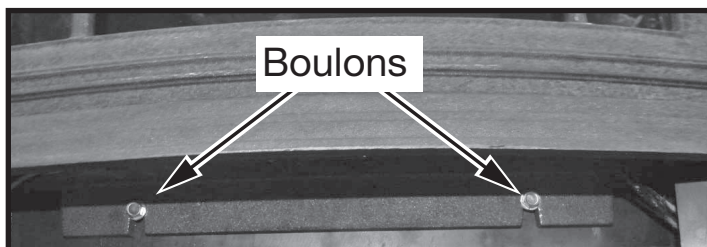
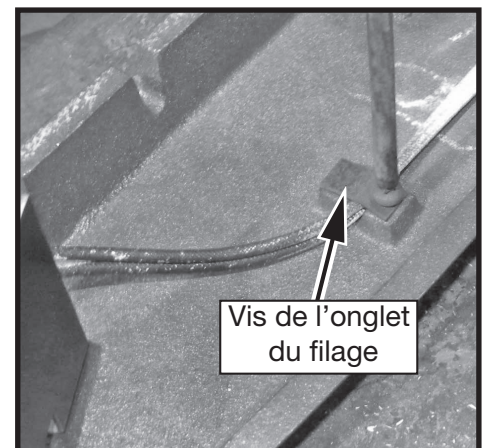

Figure 19: Boulons de la bordure du cendrier.
Figure 20: Chemin du filage.
2. Dévisser les deux boulons de la bordure du cendrier (Figure 19). Soulever la bordure doucement et la retirer. Noter les attaches du filage, dévisser ces attaches (Figure 20).
4. Retirer le module de réglage du côté droit de la bordure du cendrier. Basculer le module en orientant le fil d'alimentation vers le bord du foyer. Fixer le module du côté gauche de la bordure du cendrier (Figure 19). Utiliser les trous de vis du haut pour un meilleur ajustement.
5. Passer le filage depuis le module vers le ventilateur le plus éloigné et visser les attaches sous la bordure du cendrier. Noter le positionnement du filage (Figure 20) et éviter le pincement des fils.